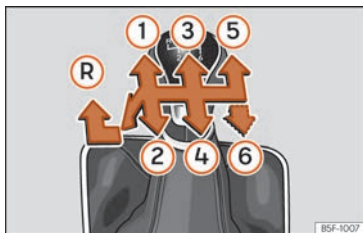

Fig. 51 Esquema de un cambio manual de 5 marchas o bien de 6 marchas.
En la palanca de cambios se indican las posiciones de las marchas »» **fig. 51**.
lante para seleccionar la marcha atrás »» **fig. 51** (R).